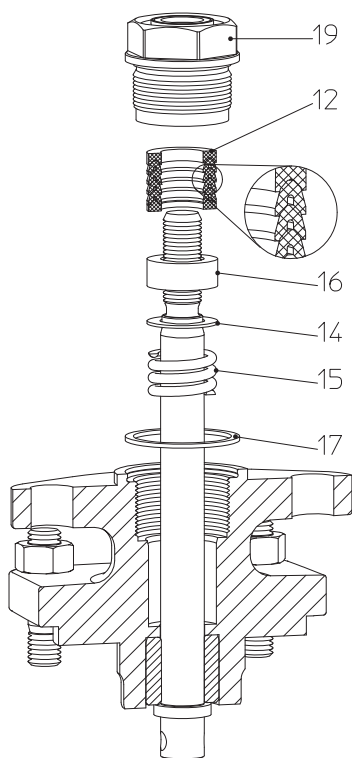
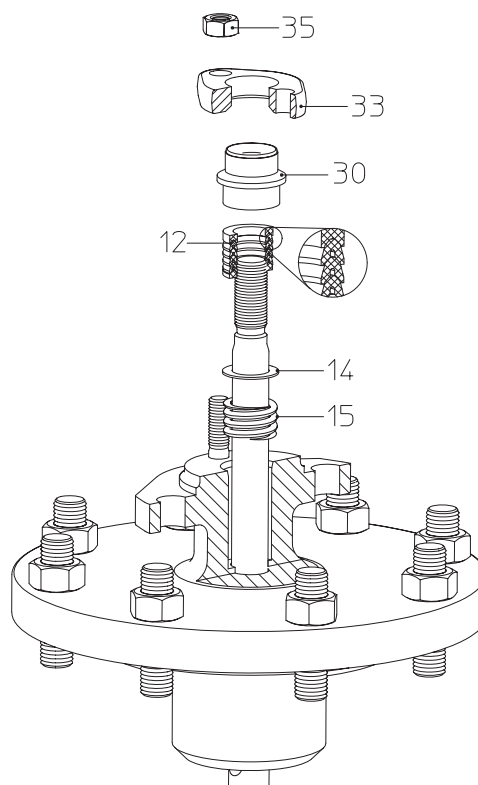

Fig. 8: Empaquetaduras DN15-100
Fig. 9: Empaquetaduras DN125-150
- Al cambiar las empaquetaduras angulares (Pos. 12) preste atención al orden de colocación y a la posición de montaje de las distintas piezas (véase Fig. 8 - Fig. 9).